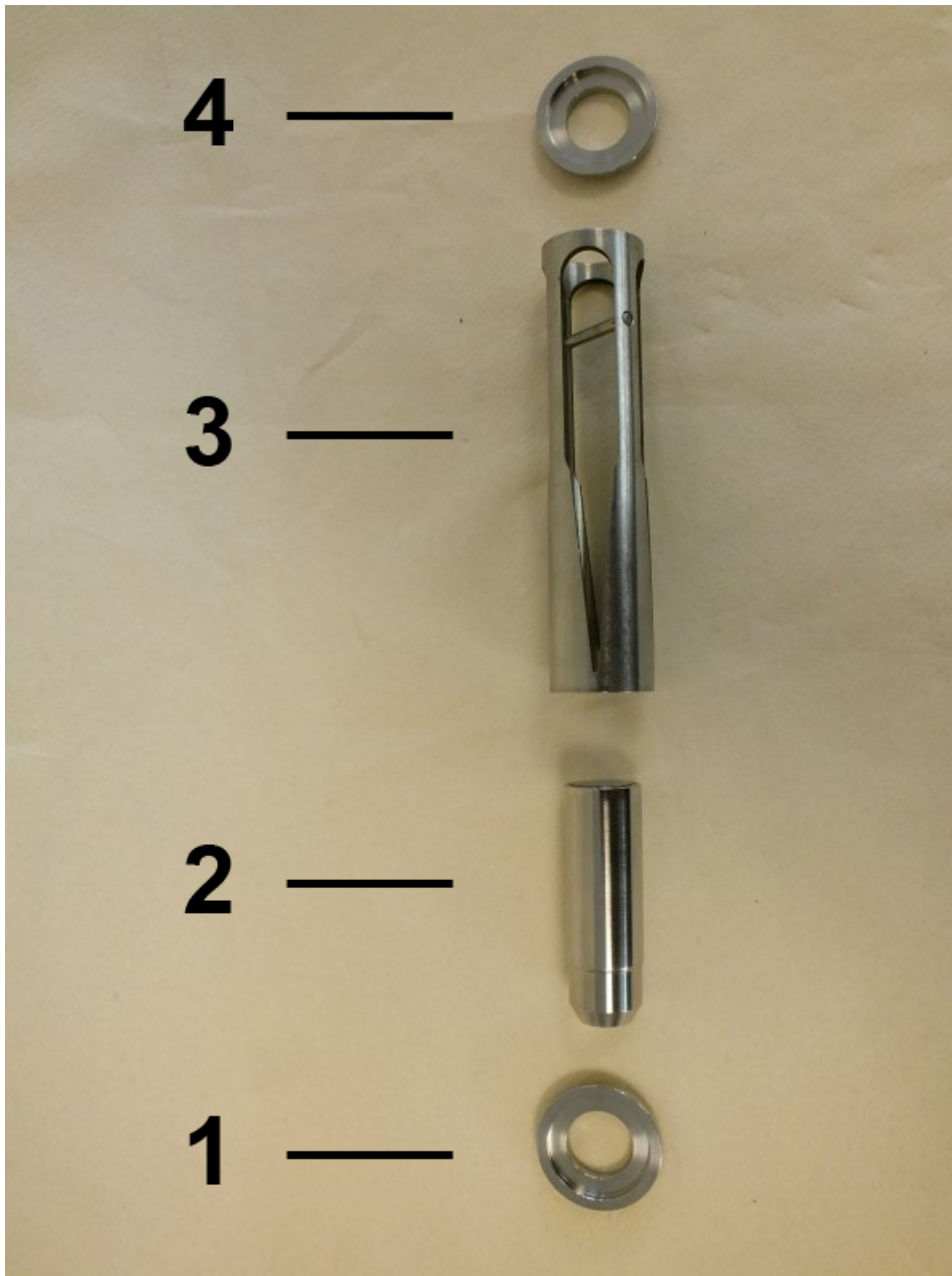

Abb. 52: Innenteile
6. ➤ Zentrierscheibe (Eingang) (Abb. 52/1), Schwebekörper (Abb. 52/2), Schlitzdüse (Abb. 52/3) und Zentrierscheibe (Ausgang) (Abb. 52/4) als Innenteile des Strömungswächters